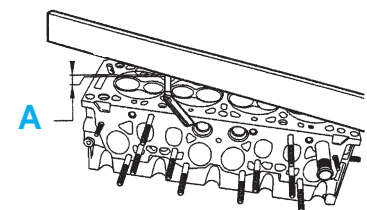

fig. Mot. 142
- Contrôler la planéité de la culasse à l'aide d'un jeu de cales et d'une règle au **50ème** (fig. Mot. 142).